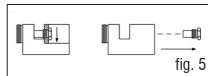

fig. 5
- 10) Svitare la bussola (Pos.7) con una chiave a tubo da 12 e rimuoverla dal corpo (fig. 5)